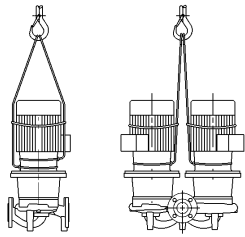

Fig. 5: Anbringen der Transportseile
- Die Transportösen am Motor dienen dabei nur zur Führung bei Lastaufnahme (Fig. 5).